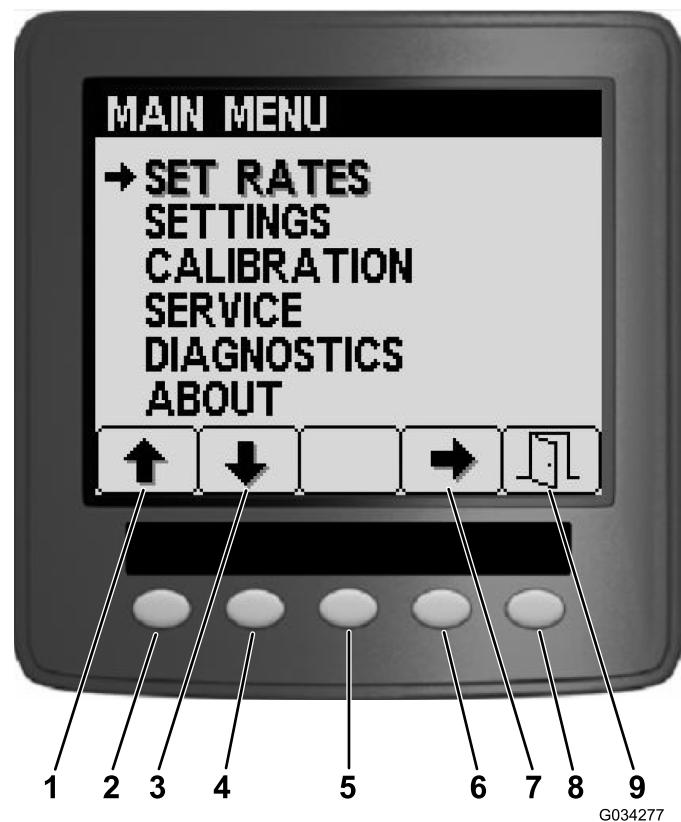
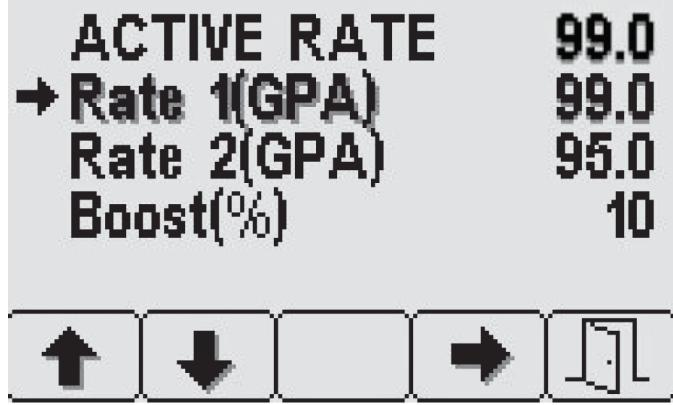

Bild 6
Bild 7
Vom Hauptmenü-Bildschirm können Sie auf den Bildschirm „Set Rates“, „Einstellungen“, „Kalibrierung“, „Service“, „Diagnostik“ oder „Info“ zugreifen (Bild 6).
Drücken Sie für den Zugriff auf den Bildschirm „Set Rates“ die Taste 2, bis Sie auf dem Hauptmenübildschirm (Bild 6), bis Sie „Set Rates“ erreichen und drücken Sie Taste 4, um „Set Rates“ auszuwählen (Bild 7).
1. Drücken Sie Taste 1 oder 2, bis Sie die gewünschte Dosierung oder den gewünschten Verstärkungsprozentsatz erreicht haben (Bild 7).
Drücken Sie für den Zugriff auf den Bildschirm „Einstellungen“ die Taste 2 auf dem Hauptmenübildschirm (Bild 6), bis Sie „Einstellungen“ erreichen und drücken Sie Taste 4, um „Einstellungen“ auszuwählen (Bild 9).